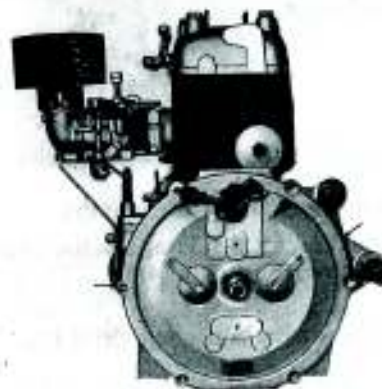

Bild 42. Gehäusedeckel abdrücken
4. Gehäusedeckel abdrücken (Bild 42).